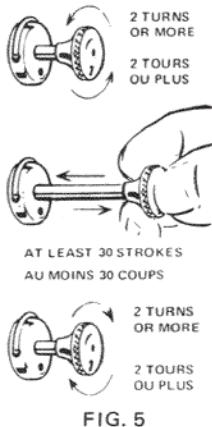

FIG. 5
2. TEST PUMP - with Pump Knob in closed position (turn right), place thumb over hole in Pump Knob (Fig. 5) and pump. If little or no resistance if felt, oil or replace pump leather (see note below). If pump resists, go to Step 3.
3. Open Pump Knob by turning two (2) turns to left.
4. With thumb over hole in Pump Knob, pump 30 or more strokes of air into tank (Fig. 5). If tank is not full of fuel, more strokes will be required.
2. VÉRIFICATION DE LA POMPE - Le bouton de la pompe étant fermé (tournez à droite), posez le pouce sur le petit trou (fig. 5) et pompez. Si vous sentez un peu de résistance, lubrifiez ou remplacez le cuir de pompe (voyez le nota ci-après). Si la pompe résiste, passez aux directives du paragraphe 3.
3. Tournez le bouton de la pompe de deux (2) tours, à gauche.
4. Mettez le pouce sur le petit trou du bouton de la pompe puis pompez quelque 30 fois pour remplir le réservoir d'air, fig. 5. Si le réservoir n'est pas plein de combustible, il vous faudra peut-être pomper plus.